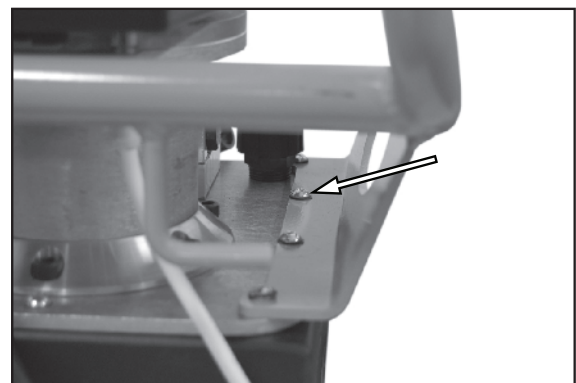

Figura 23.
2. Vedere la Figura 23. Rimuovere e scartare le otto viti.